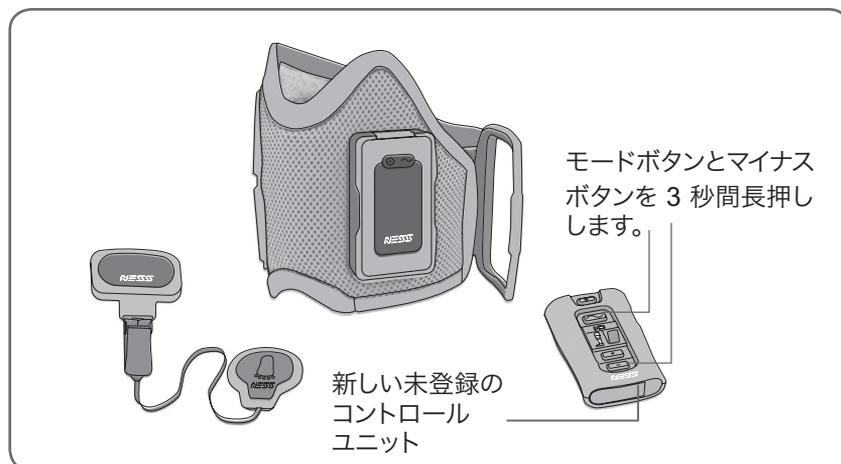

図 30 :新しいコントロール ユニットを登録しているところ
2.  モードボタンと  マイナスボタンを同時に3秒間長押しします(図30を参照)。登録が始まるとコントロールユニットがビープ音を発します。